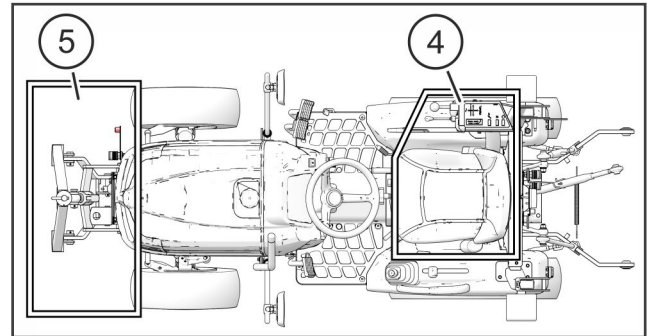

ABB.: 7
ABB.: 7 Zur Bedienung des Frontkrafthebers befindet sich der Arbeitsplatz auf dem Fahrersitz (4). Bei dem An- und Abkuppelvorgang sowie bei der Wartung in der Nähe des Frontkrafthebers (5).